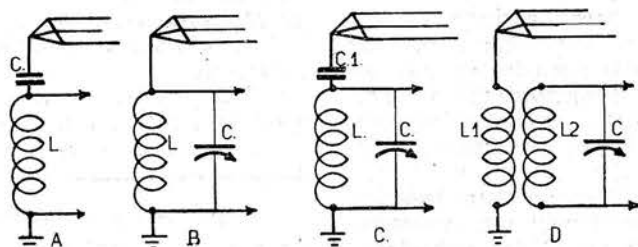

Fig. 3
Thans rest ons nog de antennekring wat nader te beschouwen. Vier der belangrijkste gevallen zijn in Fig. 3 aangegeven. Fig. A stelt de z.g. serieschakeling voor. We zullen,
C. 1, die een capaciteit van een 300 c.M. hebben kan, volgens fig. 3 c inschakelen. De selectiefste methode echter is die van 3 d. In de antenne bevindt zich slechts een spoel L. 1, die met een afgestemde kring L. 2 gekoppeld is. We zeggen, dat de antenne thans
elk der condensatoren afzonderlijk; hieruit volgt, dat door deze afstemmethode de selectiviteit grooter wordt. Dit is niet het geval bij de volgende methode Fig. 3 b., waarbij condensator en spoel parallel zijn geschakeld, het voordeel hier is, dat we met spoel en condensator een iets grooter golflengtegebied kunnen omvatten.
bruikt, komen slechts zeer zelden voor, zoodat wij meenen met deze vier gevallen te kunnen volstaan. Vooral de schakeling Fig. 3 C. en 3 D. kunnen wij aanbevelen, omdat de selectiviteit zeer voldoende is en de afstemming nagenoeg onafhankelijk van de antenne. Wij meenen dat wij in het vervolg nu wel begrepen zullen worden, wanneer we b.v. van een aperiodische antenne zullen spreken. Bij de teekeningen van Fig. 3 zal de